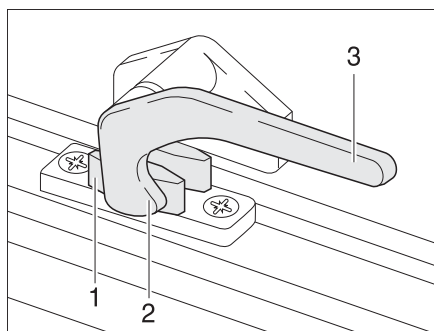

Fig. 38 Leva di serraggio in posizione "Chiuso"
- Ruotare la leva di serraggio (Fig. 38,3) di un quarto di giro verso il centro della finestra.
- Ruotare la leva di serraggio (Fig. 38,3) di un quarto di giro verso il telaio della finestra. Il nasello di chiusura (Fig. 38,2) si trova sul lato interno della chiusura della finestra (Fig. 38,1).
- In posizione "Completamente chiusa" (Fig. 38)